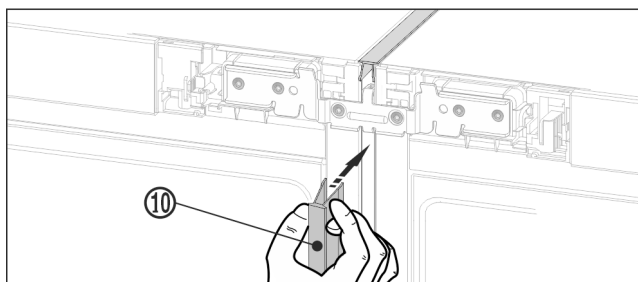

Fig. 21
- ▶ Trykk den lange dekklisten Fig. 21 (10) inn i den loddrette spalten på fremsiden. Pass på at listen står ned på forbindelsesplaten.